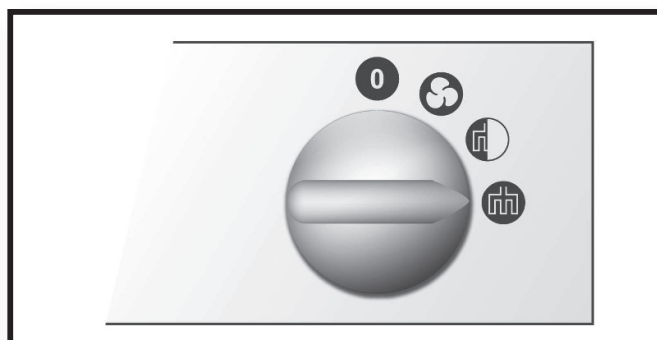

Fig. 7
► II степень нагревания – рис. 7